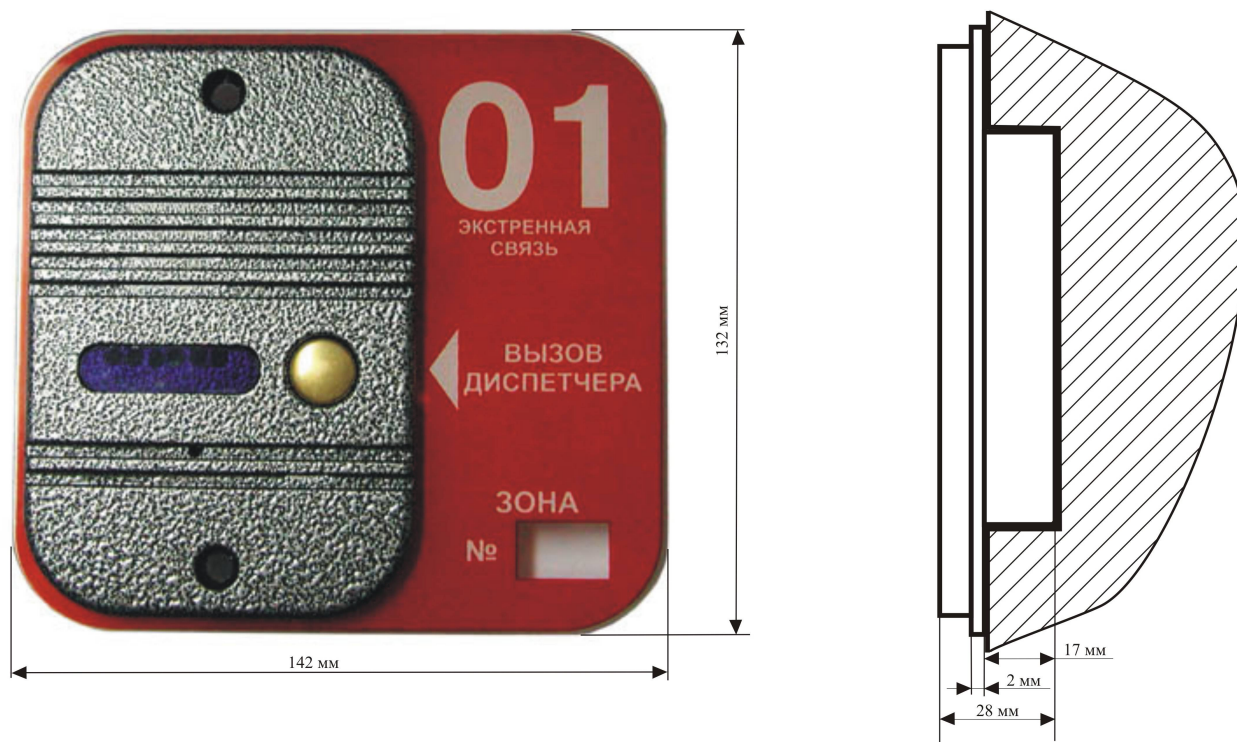

Рисунок 3 - Внешний вид Вызывной панели «Тромбон-ВП».
6.1 сделать выработку в поверхности стены по размерам врезной части корпуса переговорного устройства (см. рис. 3).